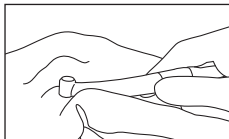

Fig. 13
- 3) Essuyez l'extérieur de la pièce à main avec un tissu humecté de désinfectant ou d'éthanol ayant une teneur de 60 à 90 %. (Fig. 13)